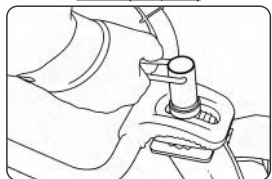
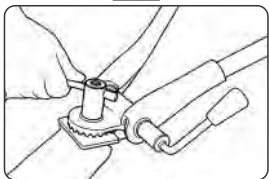

Рис. 9
Рис. 9.1
- Установите руль на стойку руля (рис. 9). Зафиксируйте при помощи шайбы фасонной, шайбы пружинной Ø20 и гайки-рычага. Способ фиксации руля к рулевой стойке может отличаться от описанного выше (рис. 9.1).
• Основное регулирование заключается в подборе правильного положения сошника и положений рукояток руля. Установку требуемого положения сошника произведите после определения необходимой глубины обработки почвы. Для изменения положения руля ослабьте гайку-рычаг (рис. 9). Установите необходимую высоту и угол поворота руля, затяните гайку.